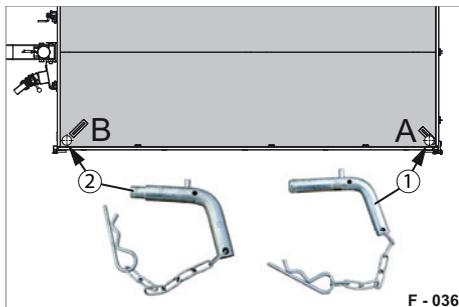

Abb. 48 Steckbolzen in Fahrtrichtung links eingesteckt
- ▶ Stecken und sichern Sie die Steckbolzen (Abb. 48/1 & Abb. 48/2) auf der Linken Anhängerseite ein. Die Kiplager auf der Rechten Anhängerseite sind freigegeben.
- ▶ Stecken und sichern Sie die Steckbolzen (Abb. 48/1 & Abb. 48/2) auf der Rechten Anhängerseite ein. Die Kiplager auf der Linken Anhängerseite sind freigegeben.